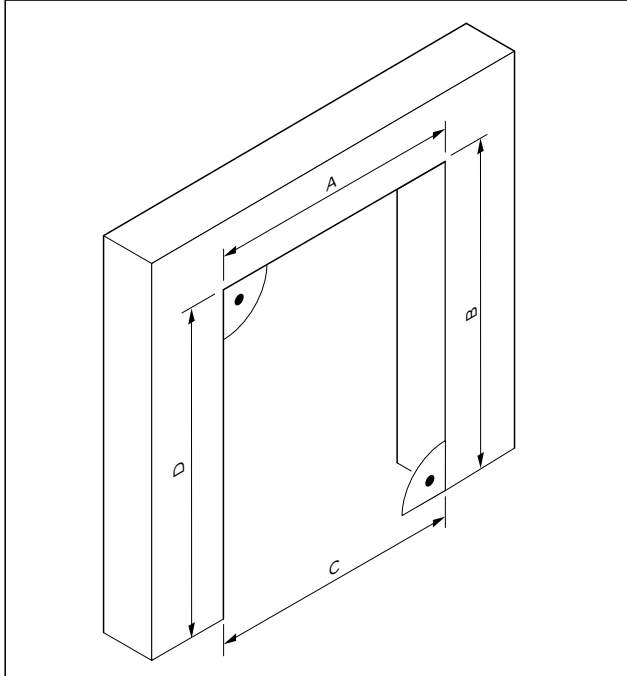

Abb. 24 Die Abmessungen der Durchgangsöffnung am Montageort ermitteln
1. Die Abmessungen der Durchgangsöffnung am Montageort ermitteln (Abb. 24).